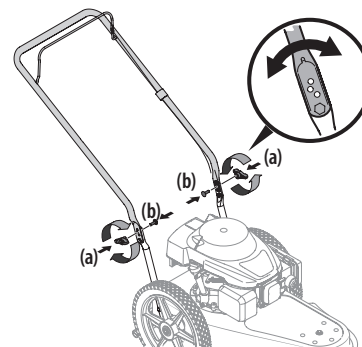

Figure 2
4. Fixez la partie supérieure à la partie inférieure avec les écrous papillons (a) et les boulons de carrosserie (b) retirés à l'étape 1. Voir Figure 2.